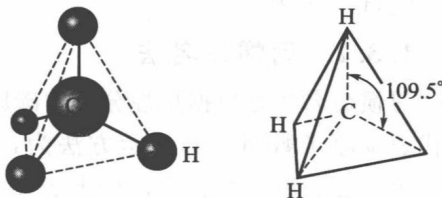

图 1-1 甲烷的正四面体构型
(1) 杂化轨道 碳原子在成键时，能量相同或相近的原子轨道，可以重新组合成新的轨道，叫做杂化轨道。
(2) 甲烷的正四面体构型 甲烷为正四面体构型，碳原子处于正四面体的中心，与碳原子相连的四个氢原子位于正四面体的四个顶点，四个碳氢键完全相同，键长为 $0.110nm$ ，彼此间的键角为 109.5° 。甲烷的正四面体构型如图 1-1 所示。